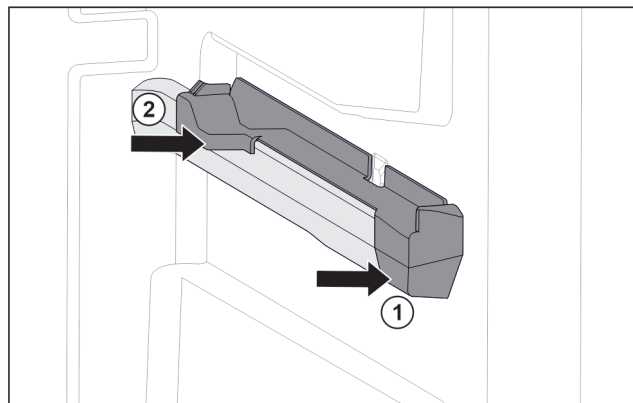

Fig. 60 Nasazovací díl na pravém žebrování na nádoby
- ▶ Nasadte nasazovací díl na žebrování na nádoby. Fig. 60 (1)
- ▶ Přitlačte nasazovací díl k zadní části. Fig. 60 (2)